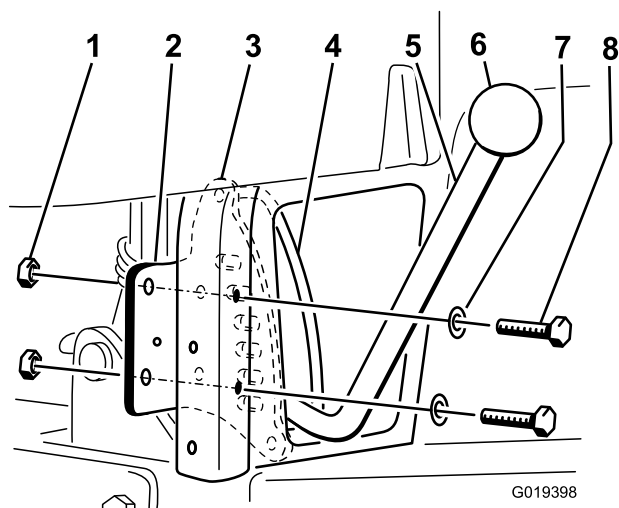

Bild 3
Hinweis: Der Griff sollte zwischen der Arretierungsplatte und der Griffführung durchgeführt werden (Bild 3).
7. Befestigen Sie die Arretierungsplatte mit zwei Schrauben (5/16" x 2-1/4"), den beiden Scheiben, die in Schritt 4 entfernt wurden, und zwei Sicherungsmuttern (5/16") hinten am rechten hinteren vertikalen Rahmenrohr. Positionieren Sie die Teile so, wie in Bild 3 abgebildet.
8. Drehen Sie das Handrad auf den Hubhebel (Bild 3).